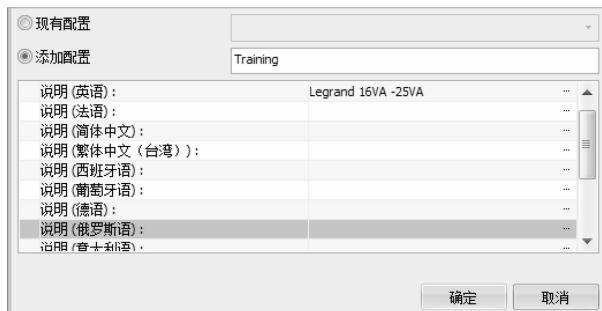

图 7-11 保存配置
**步骤 12 保存配置** 单击【将设置保存到配置以替换工程项目】按钮，填写数据，如图 7-11 所示。单击【确定】，创建配置文件，单击【完成】。